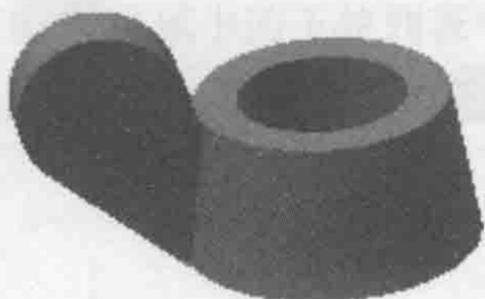
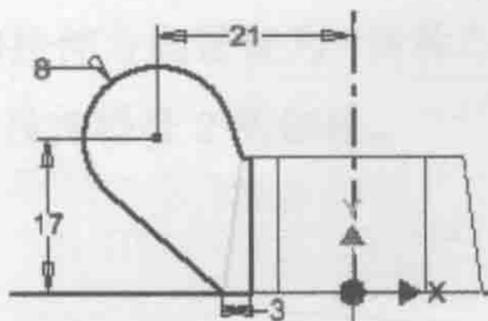

图 2.4 拉伸特征 1
图 2.5 截面草图
Step3. 创建图 2.4 所示的拉伸特征 1。在 **创建** 区域中单击 按钮，选取 XY 平面作为草图平面，绘制图 2.5 所示的截面草图，在“拉伸”对话框 **范围** 区域中的下拉列表中选择 **距离** 选项，在“距离”下拉列表中输入数值 6，并将拉伸方向设置为“对称”类型 ；单击“拉伸”对话框中的 **确定** 按钮，完成拉伸特征 1 的创建。